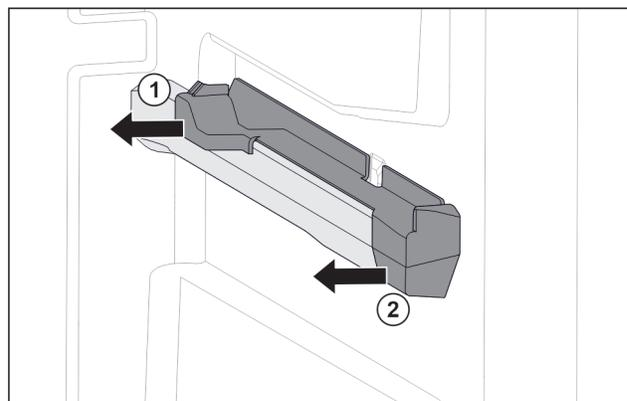

Fig. 122 Élément emboîtable sur la nervure de récipient droite
- ▶ Le retirer sur le côté par l'arrière. Fig. 122 (1)
- ▶ Le retirer sur le côté par l'avant. Fig. 122 (2)